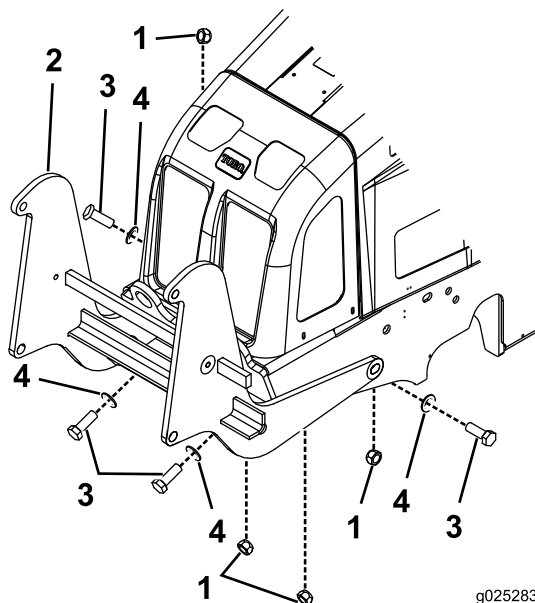

Figure 2
5. Retirez les boulons et rondelles qui fixent le cadre de montage à la machine (Figure 2).